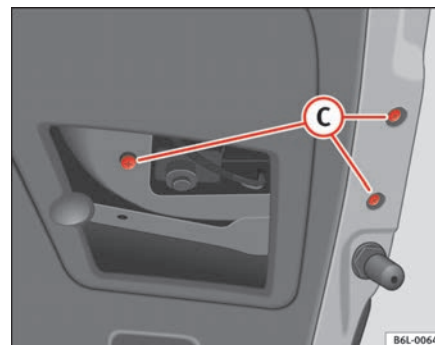

Fig. 162 Luz trasera en el portón
- Extraiga los tornillos (C) ⇒ página 241, fig. 162 y desenchufe el conector.